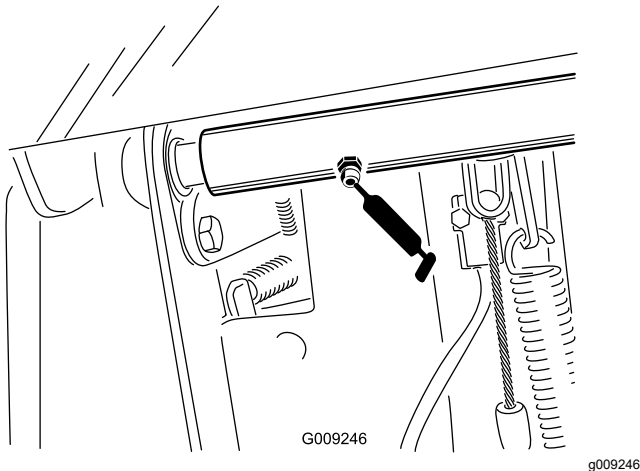

Bild 77
- Zwei Bremspedal-Drehzapfen der Wellenlager (Bild 77)